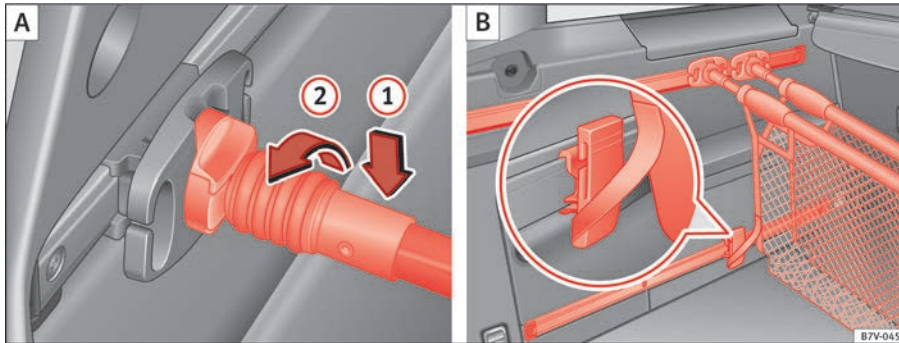

Abb. 97 Kuvertnetz einhängen (A) und als Tasche verwenden (B).
Haltestange von oben in die Kuvertnetz-Halterung legen ⇒ Abb. 97 (1) und um 90° nach links drehen (2). Die rote Markierung an der Haltestange darf nicht mehr sichtbar sein ⇒ ⚠.